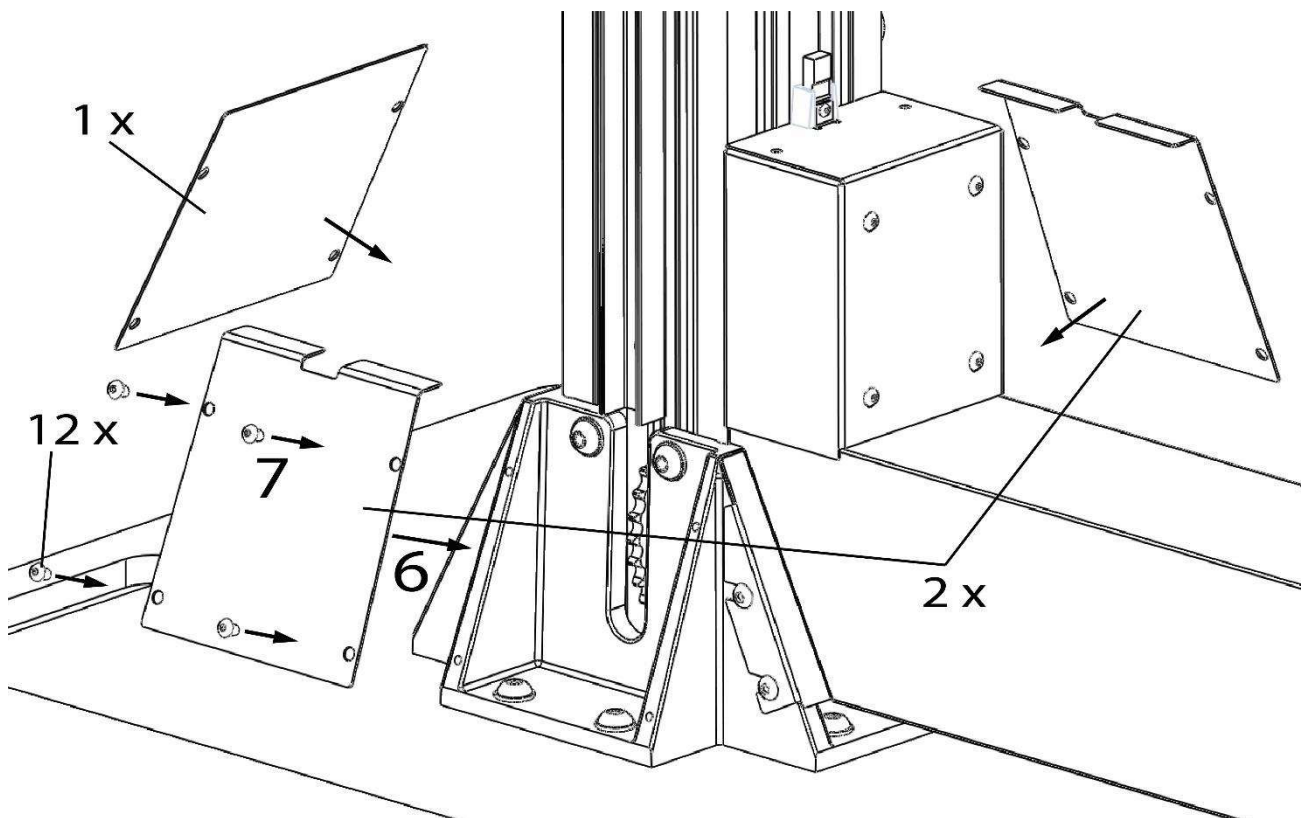

Figura 6: Enchufe de alimentación superior y soporte de la fuente de alimentación
- Instale las cubiertas delantera/trasera y laterales con los tornillos M4 incluidos (**figura 6**).